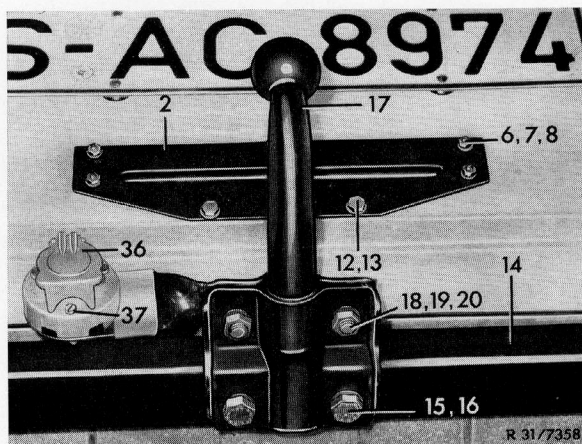

Bild 4
11 Querträger (14) und Kugelhals (17) mit den Teilen (15, 16 und 18 bis 20) an der Stütze (9) und mit den Teilen (11 und 21 bis 23) am Karosserie-Querträger (a) vor dem Kraftstoffbehälter anschrauben (Bild 4, 5 und 6).